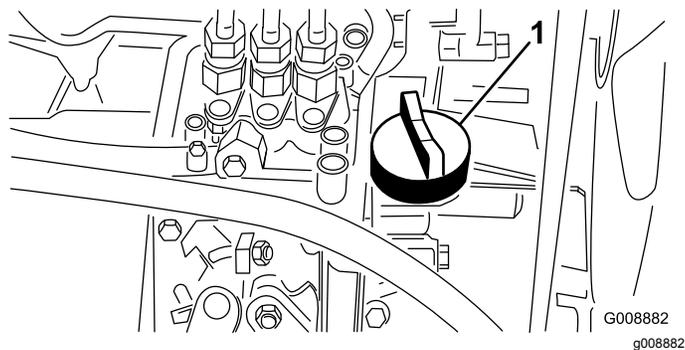

Рисунок 37
4. Если уровень масла ниже допустимого, снимите крышку маслозаливной горловины (Рисунок 37) и постепенно, небольшими порциями долейте масло, периодически проверяя его уровень, до отметки Full (Полный) на масломерном щупе.